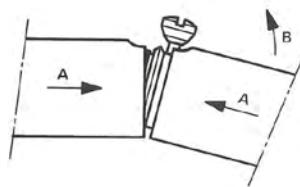

Fig. 5.
- Desserrer l'écrou (12) pour libérer la bague/sort (13). Utiliser le tournevis spécial.
- Placer l'écrou de serrage en face de l'encoche de l'élément de mesure (10), incliner la butée fixe et assembler les deux pièces en effectuant une pression en direction A et un mouvement en direction B (Fig. 5).